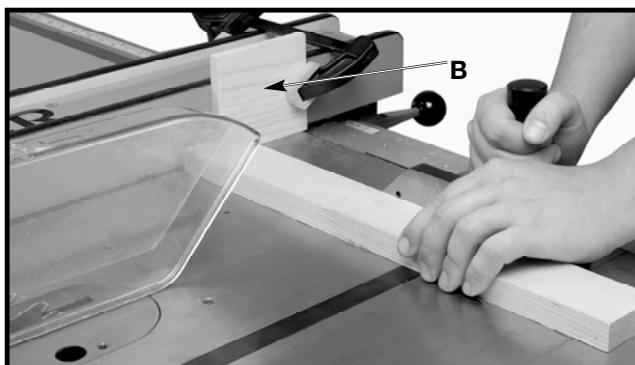

Fig. 45A
Pour tronçonner plusieurs pièces de même longueur, fixer un bloc de bois (B) fig. 45A sur le guide et l'utiliser comme jauge de coupe. Il est important de toujours positionner ce bloc de bois devant la lame de la scie comme indiqué. Après avoir déterminé la longueur de coupe, fixer solidement le guide et utiliser du guide d'onglet pour acheminer la pièce de coupe. Ce bloc de bois permet à la pièce coupée de se déplacer librement le long de la surface de la table sans se coincer entre le guide et la lame de la scie, ce qui réduit donc la possibilité d'effet de rebond et de blessure pour l'opérateur de la scie.
**ATTENTION LORS DE L'UTILISATION DU BLOC (B)**
**FIG. 45A, COMME JAUGE DE COUPE, IL EST TRES IMPORTANT DE POSITIONNER L'EXTREMITE ARRIERE DU BLOC DE SORTE QUE LA PIÈCE SOIT À L'ÉCART DU BLOC AVANT QU'ELLE N'ENTRE EN CONTACT AVEC LA SCIE.**